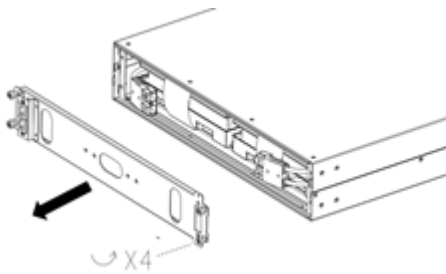
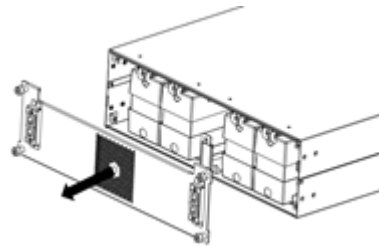

Figure 3
Figure 4
- 3) À l'aide d'un tournevis cruciforme, desserrez et retirez le support de retenue de la batterie en tournant les vis dans le sens contraire des aiguilles d'une montre jusqu'à ce qu'elles se détachent de la cage de la batterie. (Figure 3 pour BP192V5CRTXL, Figure 4 pour BP192V10CRTXL)